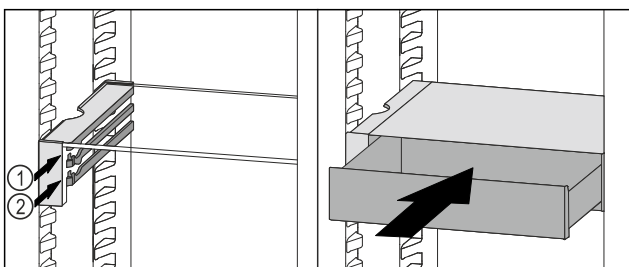

Fig. 44
- ▶ Поставете чекмеджето на VarioSafe зад ограничителите върху желаното ребро Fig. 44 (1) или Fig. 44 (2).